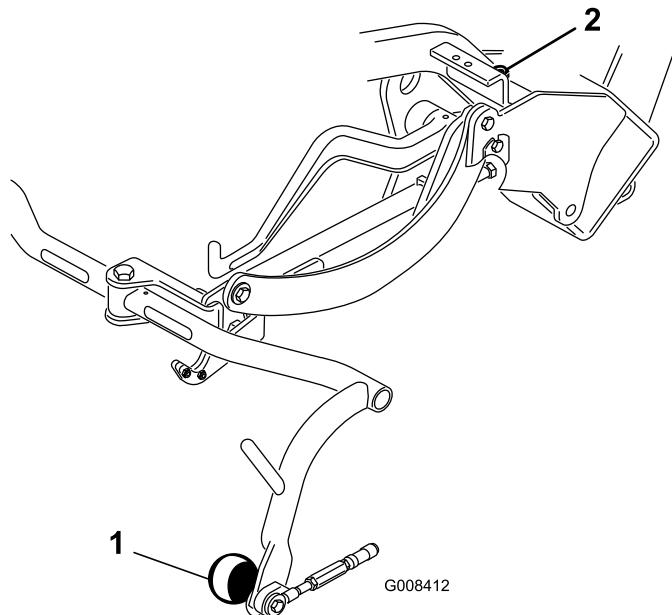

図 9
- 調整が必要な場合には、キャリアフレームのストップねじ図9についているジャムナットをゆるめ、ストップねじの高さを変えてキャリアフレームの高さを調整する。調整ができたらジャムナットを締めて調整を固定する。